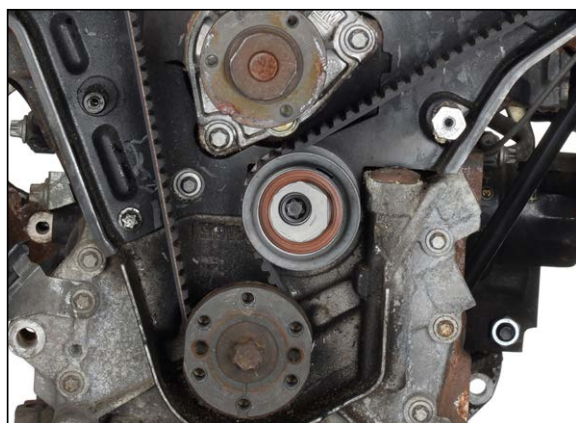

Bild 17
3. Vrid kammen på den nedre spännrullen moturs med spännyckeln MKM-6038 eller en vattenpumptång tills kammens spets står i kl. 2-position (bild 17).